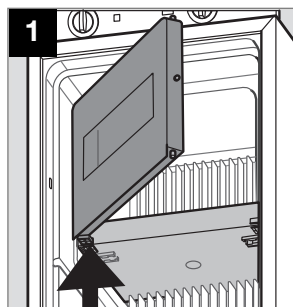

Fig. 22
- Haka ur frysfackets dörr med hjälp av en skruvdragare (fig. 22).